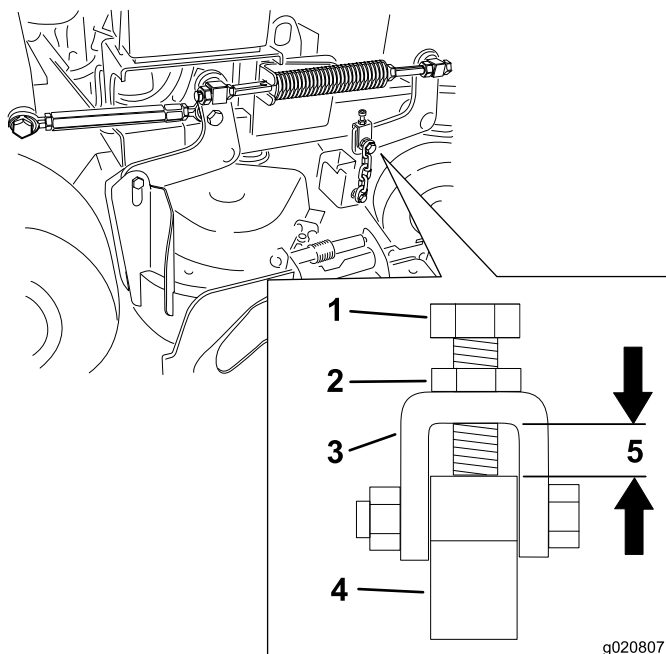

Figura 83
Nota: Esta distância tem de ser de 11 mm, como se mostra na Figura 83.
12. Desaperte a porca de bloqueio e ajuste o parafuso de ajuste para conseguir a distância correta mostrada na Figura 83.